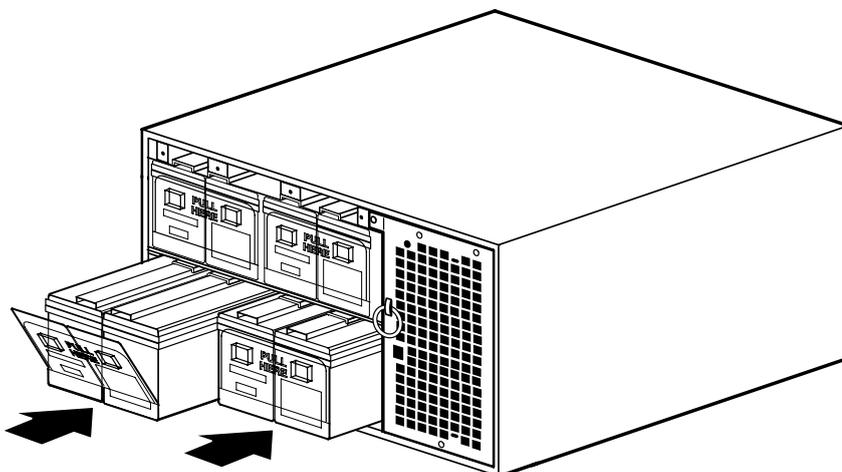

Abbildung 54. Einbau der USV-Batterieträger
5. Die neuen Batterieträger in das Gehäuse schieben (siehe Abbildung 54). Vor dem Einschieben der Träger, jeden auf korrekte Ausrichtung überprüfen.